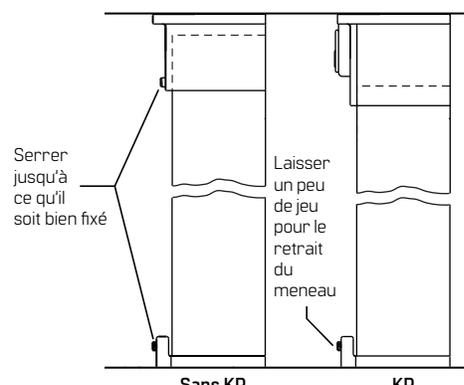

Figure 14 Vis de réglage
- 6.4 Serrer les vis de réglage 5/16-18 UNC sur le capuchon supérieur et le raccord inférieur pour bien fixer le meneau en place. Voir la **figure 14**.
- 6.7 Installer et ajuster la vis de réglage 5/16-18 UNC pour le raccord inférieur, en la laissant suffisamment desserrée pour que le meneau puisse être retiré sans faire tourner la vis. Voir la **figure 14**.